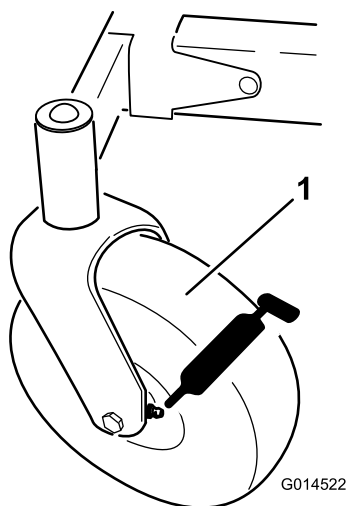
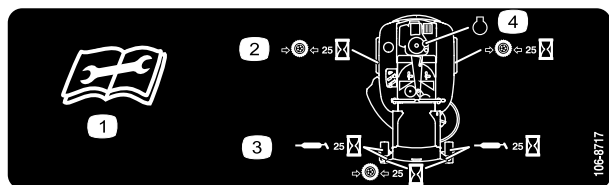

Figura 24
Figura 25
3. Limpie con un trapo los puntos de engrase (Figura 24 y Figura 25). Asegúrese de rascar cualquier pintura que hubiera sobre los puntos de engrase.
4. Conecte una pistola de engrasar a cada punto de engrase (Figura 24 y Figura 25). Bombee grasa hasta que empiece a rezumar grasa de los cojinetes.